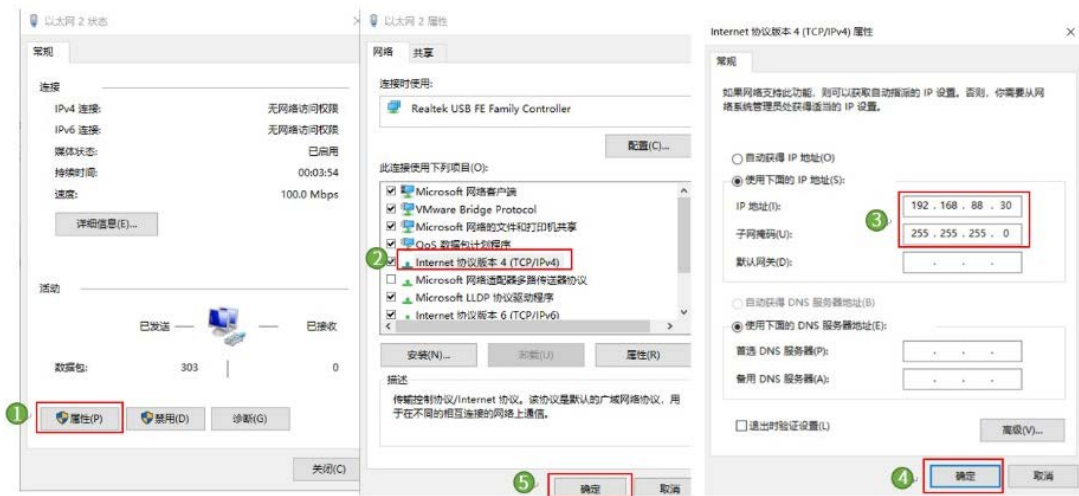

图 13-4 工程详细
1. Q1-1300-D PORT1 的默认 IP 地址为 192.168.188.100, PORT2 的默认 IP 地址为 192.168.88.100。此次实验使用 PORT2, 打开以太网设置, 点击【属性】→【Internet 协议版本 4 (TCP/IPv4)】→ 修改上位机 IP 地址, 使其与 Q1-1300-D 的 IP 地址在同一网段 (此处设置的 IP 地址不可与 Q1-1300-D 的 IP 地址完全一致), 最后点击【确定】, 如图 13-4 所示。